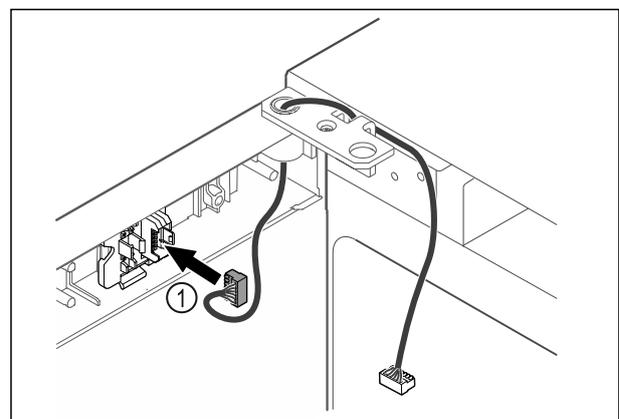

Fig. 59
- ▶ Stecker Fig. 59 (1) in Steckerhalterung einstecken.